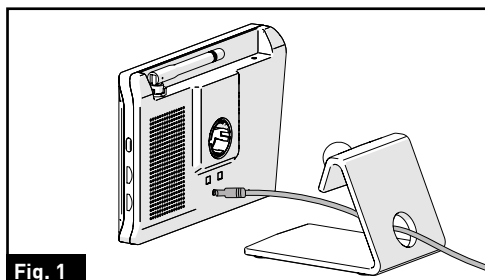

Fig. 6
2. Introduzca el cable de alimentación de la cámara suministrado a través del orificio en la parte posterior del soporte de la parte superior de la mesa e insértelo en el puerto de alimentación del monitor. (Fig. 6)